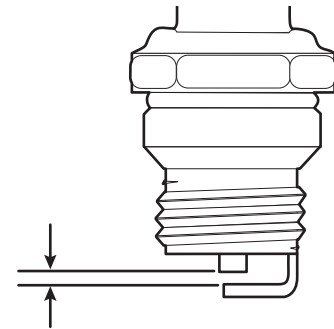

Fig. 37
4. Use un calibrador de separación para ajustar una separación de aire de **0.025 pulgadas (0.635 mm)** (Fig. 37).